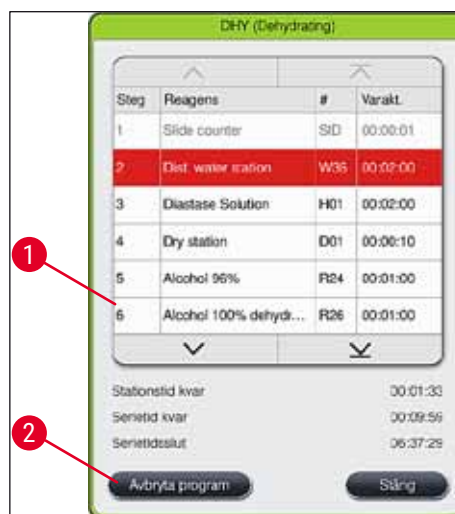

Bild 88
2. En lista med programsteg (→ "Bild 88") visas; det aktuella steget är rödmarkerat (→ "Bild 88-1").